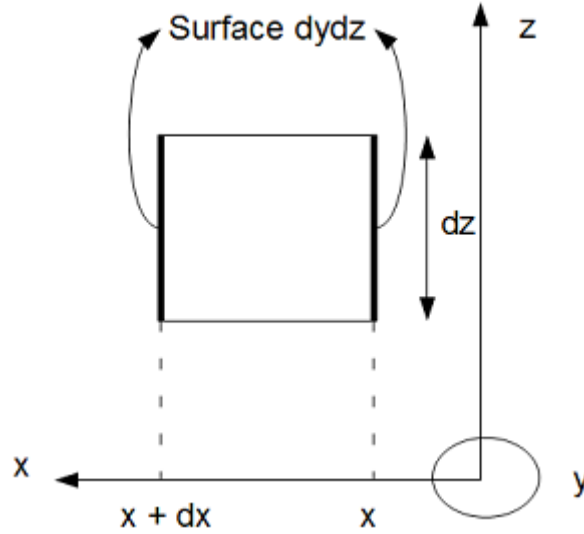

FIGURE 2.3 – Entourage du point M vu de côté
**Étude des forces de pression** On se place de côté (*Figure 2.3*).